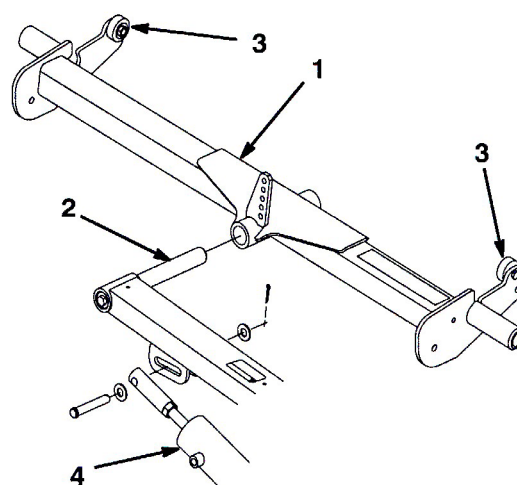

図 2
1. 後キャリア・フレームを後昇降アームのピボット・ロッドに引き込む (図 2)。この時点ではまだ、キャリア・フレームをカッティングユニットに接続しない。
3. キャリア・フレームの一方の端を押し下げて、フレームの他方の端の上ストップがフット・ステップの下面に当たるようにする (図 2)。押し下げた側では、上ストップとフット・ステップ間の距離が 6 mm 程度となっているのが適正である。6 mm になっていない場合には以下の手順に従って調整を行う。調整の必要がない場合は次の組み立て段階へ進む。
- A. 昇降シリンダのロッドの先端と昇降アームとをつないでいるクレビスピンを外す (図 2)。
- D. 六角ナットを締め、シリンダ・ロッドを昇降アームに接続して終了 (図 2)。